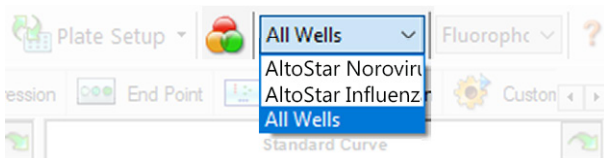

Abb. 4: Schaltfläche und Dropdown-Menü Well Group (Well-Gruppe)
Achten Sie darauf, im Fenster Data Analysis (Datenanalyse) die **Well Group** (Well-Gruppe) des AltoStar® Norovirus RT-PCR Kit 1.5 auszuwählen. Klicken Sie dazu auf das Dropdown-Menü **Well Group** (Well-Gruppe) rechts neben der Schaltfläche **Well Group** (Well-Gruppe) (siehe Abbildung 4) in der Menüleiste. Verwenden Sie nicht die „All Wells“ (Alle Wells) **Well Group** (Well-Gruppe). Die Auswahl in Abbildung 4 wird als allgemeine Beispielansicht verwendet.
1. Achten Sie darauf, im Fenster Data Analysis (Datenanalyse) die **Well Group** (Well-Gruppe) des AltoStar® Norovirus RT-PCR Kit 1.5 auszuwählen. Klicken Sie dazu auf das Dropdown-Menü **Well Group** (Well-Gruppe) rechts neben der Schaltfläche **Well Group** (Well-Gruppe) (siehe Abbildung 4) in der Menüleiste.